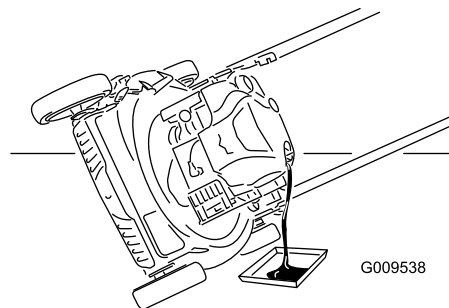

Figura 17
4. Coloque el cortacésped de lado con el filtro de aire hacia arriba para drenar el aceite usado a través del tubo de llenado de aceite (Figura 17).